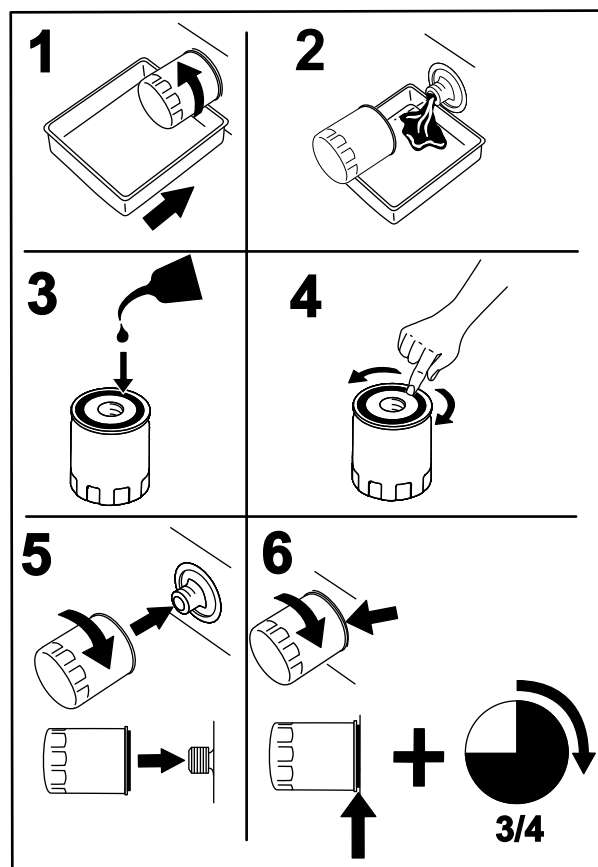

Figura 53
2. Cambiate il filtro dell'olio del motore (Figura 53).